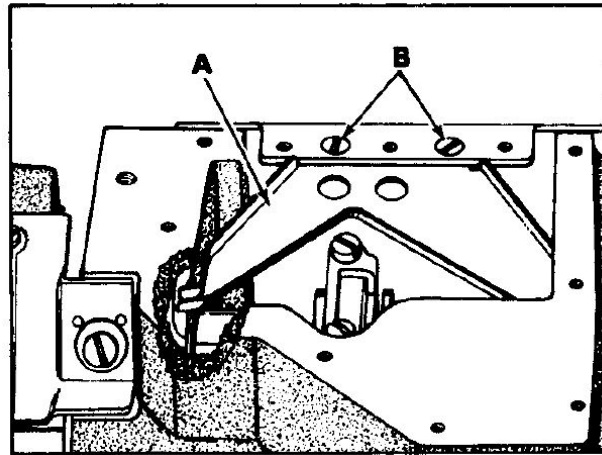

Fig. 21
The oil drip plate (A, Fig. 21) located in the oil reservoir should be positioned with its tip in the recessed cut out in the bed casting, as far to the left as possible without touching. It has elongated mounting holes and can be adjusted by loosening (2) screws (B) in top of the oil reservoir back cover to position as required.
Das Öltropfblech (A, Fig. 21), das sich im Ölbehälter befindet, sollte mit seiner Spitze in der vertieften Aussparung des Gehäuses positioniert werden, so weit links als möglich ohne dieses zu berühren. Es hat verlängerte Aufnahmebohrungen und kann durch Lösen der beiden Schrauben (B) im Oberteil der hinteren Abdeckung des Ölbehälters, wie benötigt, eingestellt werden.